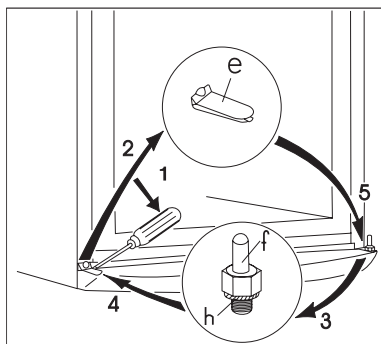

Рис. 4
- Приподнять при помощи отвертки вкладыш (e) нижней решетки настила (рис. 4).
- Выкрутить нижний несущий болт двери морозильной камеры (h, f) и вкрутить его с другой стороны. Не забудьте про подкладную шайбу (h) (рис. 4).
- Установить дверь морозильной камеры на нижний несущий болт (f) (рис. 4).